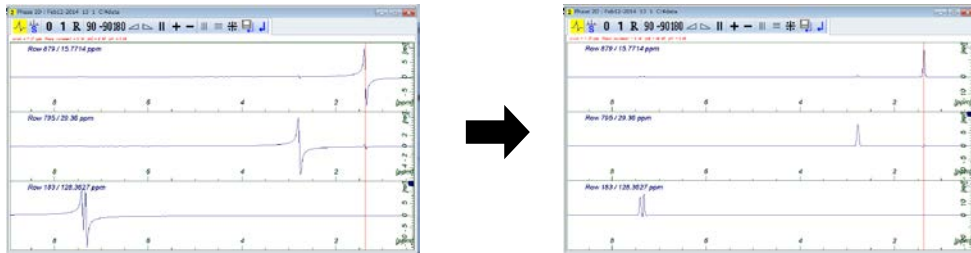

図 67. Row 方向のスライスを使った位相補正.
- e.  ボタンをクリックして、Row (F2 軸) 方向のスライスデータを表示します(図 67 左)。
- f. 3 節の③の要領で位相を補正します(図 67 右)。